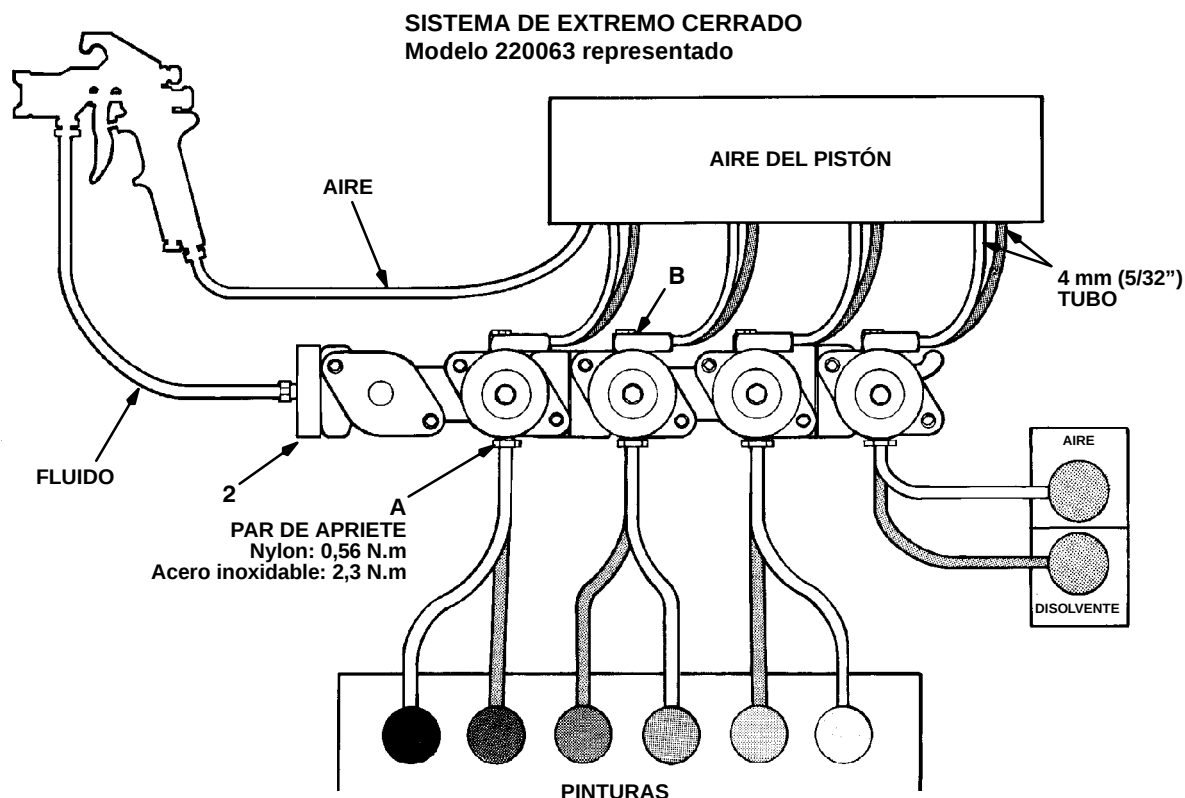
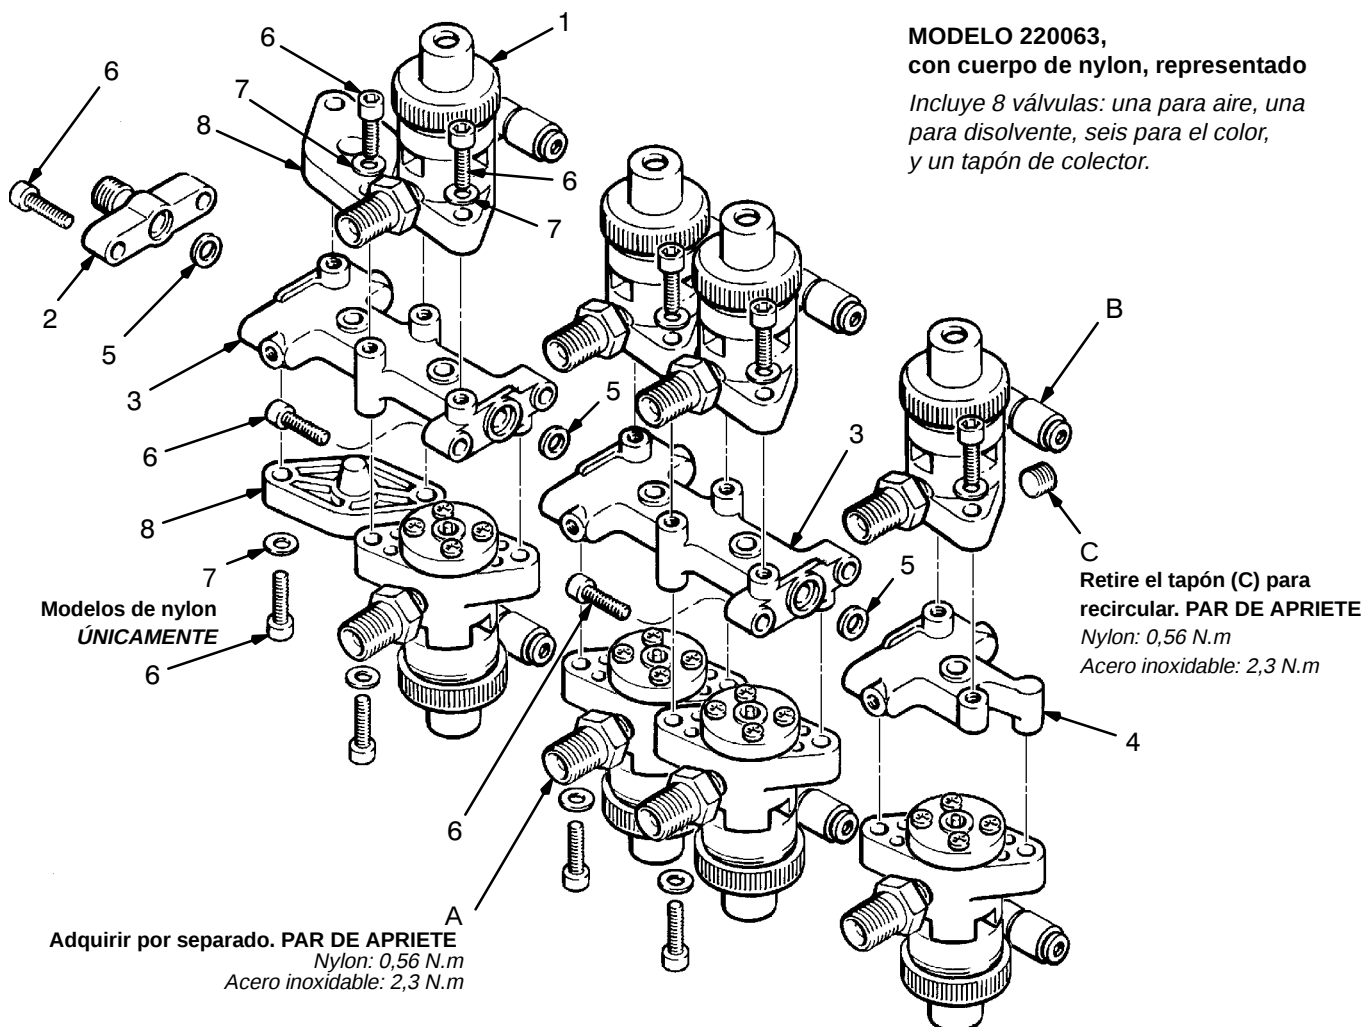

Fig. 1
Fig. 2
1. Coloque una junta (5) entre cada uno de los colectores centrales (3). Conecte el colector con los dos tornillos (6). Vea la Fig. 2.
2. Coloque una junta (5) en el extremo abierto del último colector central, y conecte el colector extremo (4) con los dos tornillos (6).
3. Coloque una junta (5) en la parte delantera del primer colector central, y conecte el bloque delantero (2) con los dos tornillos (6).
4. Instale las válvulas (1) en los colectores con las dos arandelas (7-sólo las válvulas de nylon) y los dos tornillos (6).
6. Conecte un tubo de 4 mm (5/32 pulg.) D.E. en cada una de las piezas de entrada de aire del pistón (B), introduciendo el tubo en la pieza especial de desconexión rápida. Vea la Fig. 1. Vea la sección **Accesorios**, en la página 6, para pedir el tubo.
Conecte la manguera de suministro de pintura al adaptador (A). Vea la Fig. 1.
8. Conecte las mangueras de pintura desde la pistola hasta el bloque delantero (2). Las rosas del bloque delantero son rosas compuestas 1/4-18,6, que encajan en ambos conectores hembra BSP de 1/4-18 npsm ó 1/4-19.
9. Si está recirculando la pintura, retire el tapón de recirculación (C) de la válvula y conecte la línea de recirculación a la lumbrera de 1/8 npt(f), usando un adaptador adecuado. Vea la Fig. 2. Aplique sellador en el adaptador y aplique los pares siguientes: